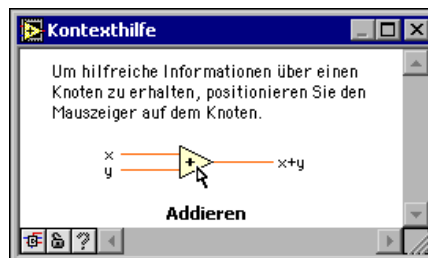

Abbildung 2-2. Das Kontexthilfe-Fenster
5. Sollte das Fenster **Kontexthilfe** (vgl. Abbildung 2-2) nicht sichtbar sein, so öffnen Sie es, indem Sie im Menü auf **Hilfe**»**Kontexthilfe anzeigen** klicken.